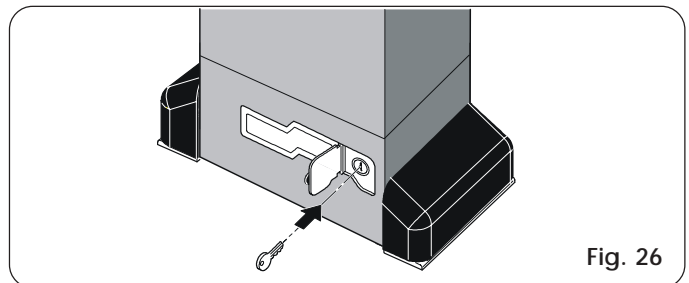

Fig. 26
- 2) Houd de motoras tegen met een Engelse sleutel, en draai met een inbusleutel of schroevendraaier aan de stelschroef van de koppeling, Fig. 26.
- 1) Maak het beschermdeurtje open steek de hiervoor bijgeleverde sleutel in het slot (Fig. 26);
- 1) Maak het beschermddeurtje open steek de hiervoor bijgeleverde sleutel in het slot (Fig. 26);